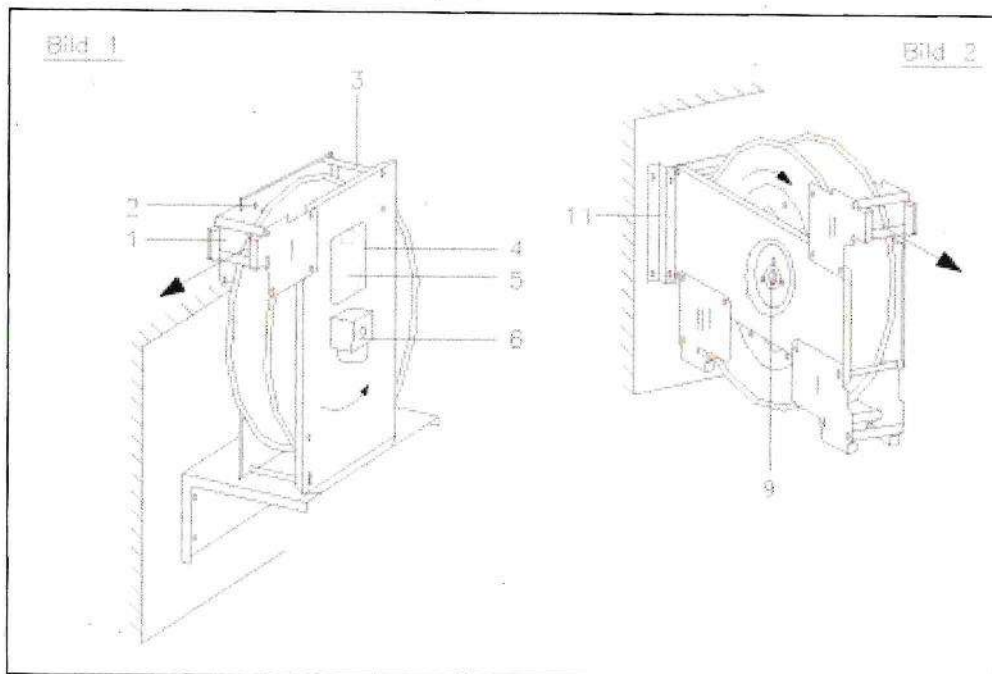

Abbildung 12 Hochdruckschlauch mit dem SRA verbinden
1. Verschlusskappe vom Montagefenster (Abbildung 12, Bild 1, Pos. 5) entfernen.
3. Trommel mit der Klemmschraube (Abbildung 12, Bild 2, Pos. 9) so klemmen, dass der Rohranschluss (Abbildung 12, Bild 1, Pos. 4) im Montagefenster (Abbildung 12, Bild 1, Pos. 5) zugänglich ist.
5. Ein Ende ohne Knickschutz durch das Einlauffenster (Abbildung 12, Bild 1, Pos.1) und die Trommelöffnung einführen.
6. Hochdruckschlauch an das Anschlussrohr (Abbildung 12, Bild 1, Pos. 4) anschließen.
7. Klemmung durch Lösen der Klemmschraube (Abbildung 12, Bild 2, Pos. 9) aufheben.